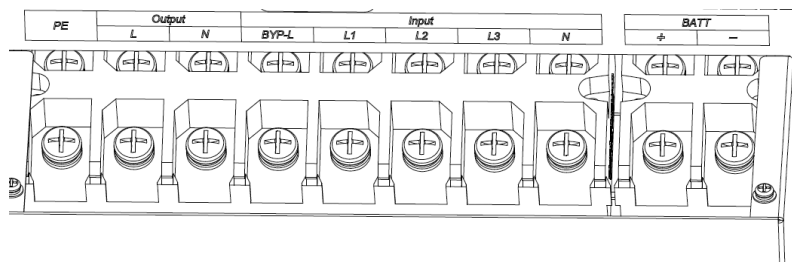

Рисунок 3.5. Силовые клеммы ИБП ФОРВАРД 31
3. Подключить батарейные кабели к соответствующим клеммам ИБП (см. Рисунок 3.5).